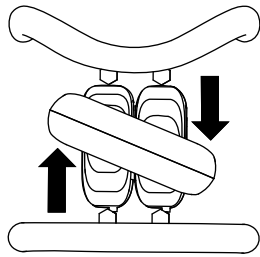

Figura 8
- Para girar a la derecha, gire el control de tracción en sentido horario (Figura 8).